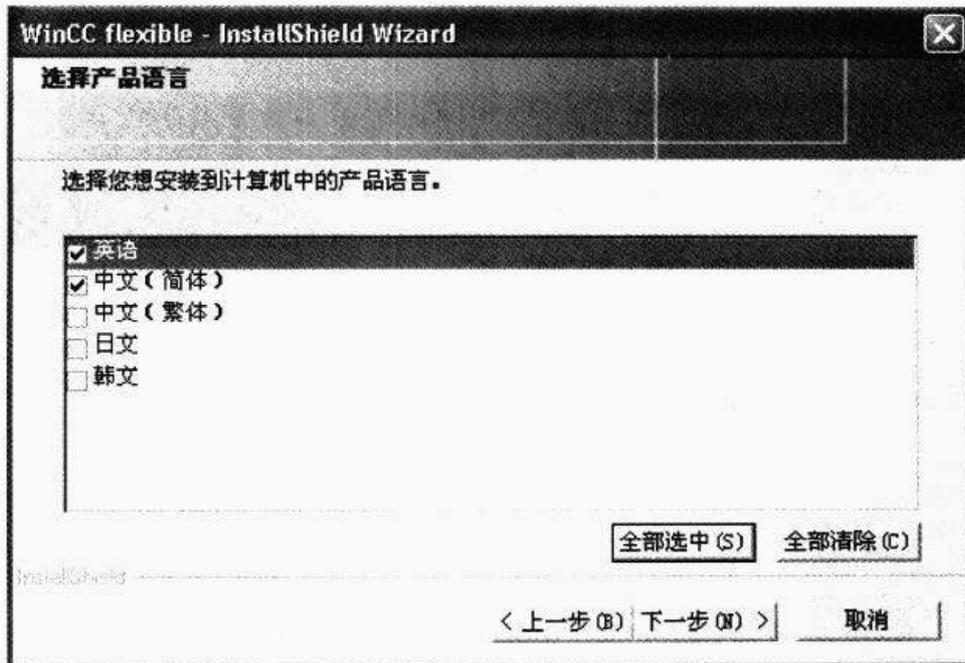

图 2-7 安装 WinCC flexible 8—选择产品语言
- ⑦ 在产品语言选择界面选择安装到工程系统中的用户界面语言,该语言为用户使用工程系统时所看到的菜单和对话框的界面语言(如图 2-7 所示)。